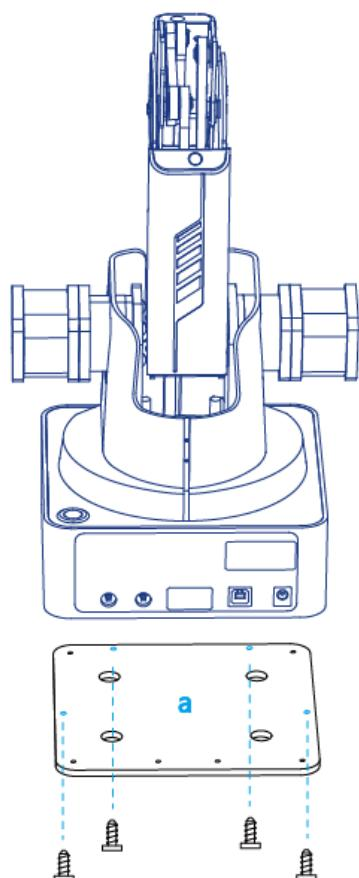

图 5.183 固定固定板 a
**步骤 1** 采用四颗M3\*10沉头螺丝将固定板a安装在机械臂底座（将固定板a沉头孔朝外），如图 5.183所示。